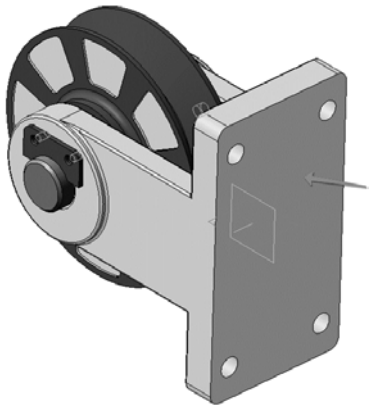

Рис. 45. Выбор поверхности эскиза
3.1.1 Разверните сборку и укажите обратную грань детали *Вилка* (рис. 45).